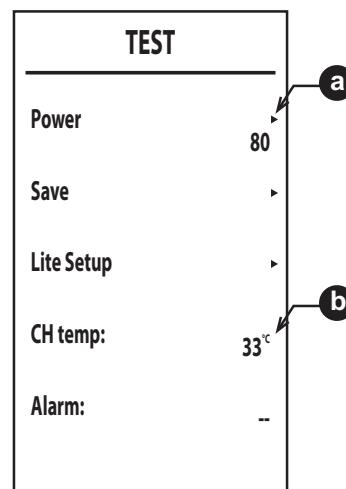

рис. 31
4. Используя кнопки отопления, просмотрите первые 3 позиции (Power, Save, Lite Setup - рис. 31) и нажмите кнопку **☰**, чтобы подтвердить свой выбор.